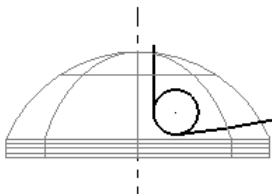

图 5.4.14 绘制圆弧
① 选择命令。选择下拉菜单 **绘图(C)** → **线(L)** → **绘制任意线(E)...** 命令，系统弹出“直线”工具栏。
② 绘制直线。在“直线”工具栏中单击 按钮使其处于按下状态，然后选取上一步所绘制的圆为相切对象（选取圆的左边）；分别在“自动抓点”工具栏的 文本框、 文本框和 文本框中输入值 4, 30, 0, 并分别按 Enter 键确认。
③ 单击 按钮，完成直线的绘制。
(5) 绘制图 5.4.14 所示的圆弧。
① 选择命令。选择下拉菜单 **绘图(C)** → **圆弧(A)** → **切弧... (T)...** 命令，系统弹